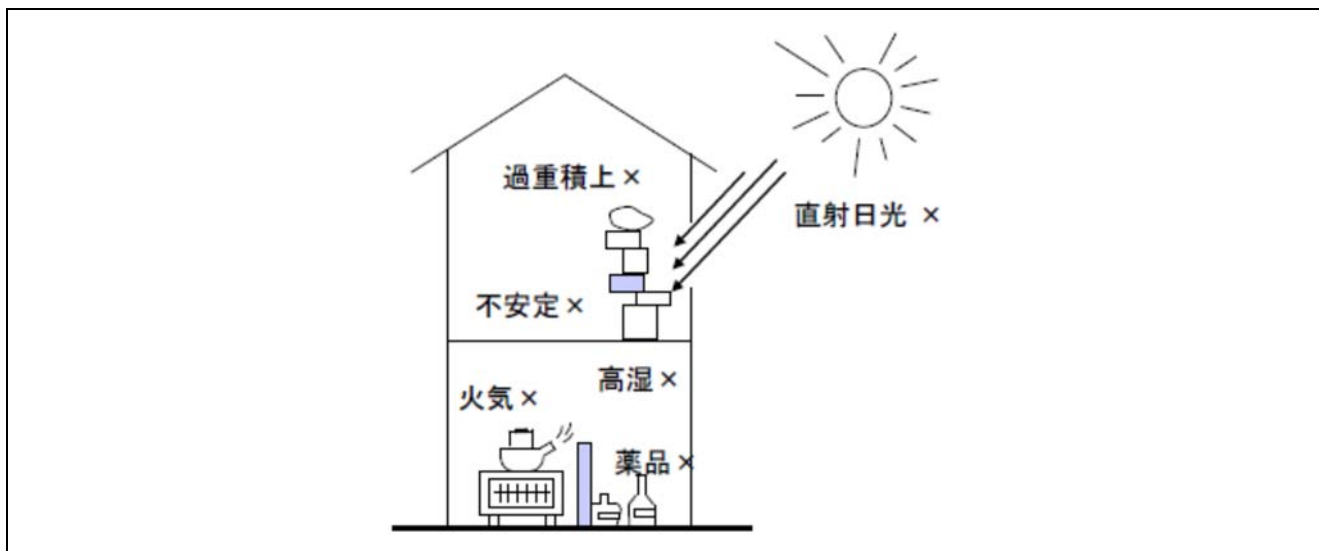

図 14 悪い保管場所の例
- (2) 保管形態
- (i) 保管形態では、半導体デバイスに荷重が掛らないように注意する必要があります。特に、積重ねの状態では思わぬ荷重が掛ります。又、重い物を上に載ることは避けてください。（図 14）